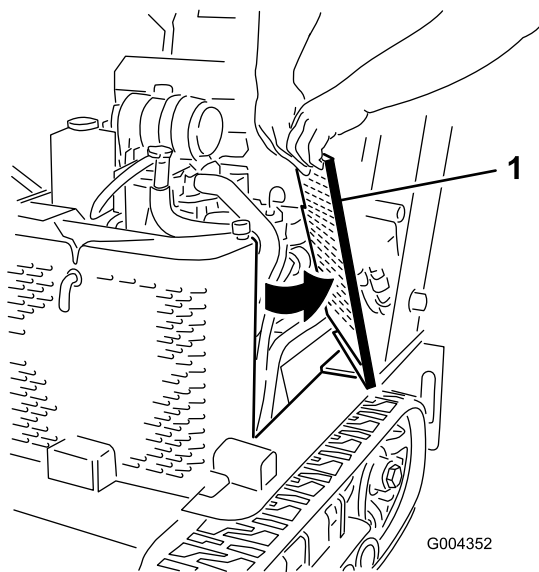

Figura 30
2. Deslice las rejillas laterales (Figura 30) hacia arriba y retírelas de las ranuras de la rejilla delantera y del bastidor.